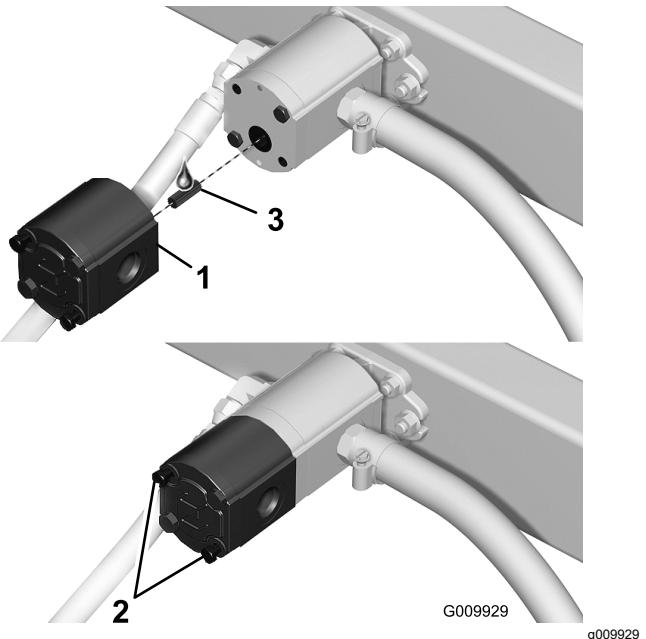

Figura 6
4. Utilizando os 2 parafusos compridos, monte a bomba de alto fluxo na bomba existente (Figura 6).